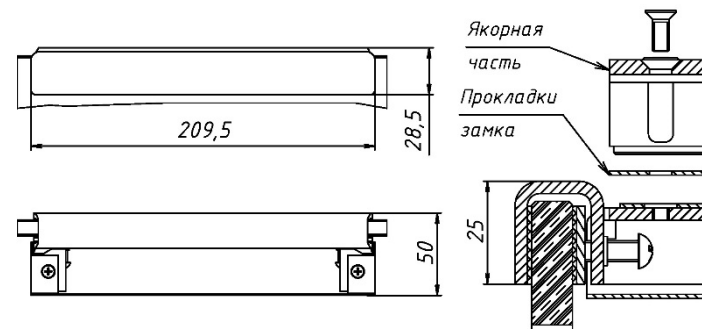

Рисунок 2
2.6 Декоративный кожух (2) надвигается на кронштейн (рисунок 2).